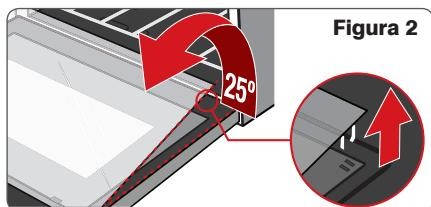

Figura 2
- 2 Com cuidado, desencaixe o vidro levantando-o aproximadamente 25°, conforme indicado na figura 2.